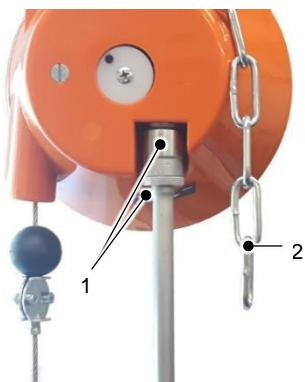

Fig. 5.2 – Ajuste preciso del equilibrador de muelle
El equilibrador de muelle está asegurado con una cadena de seguridad (2), véase fig. 5.2 *Ajuste preciso del equilibrador de muelle*. Esta debe fijarse de forma estacionaria independientemente de la suspensión del equilibrador de muelle.